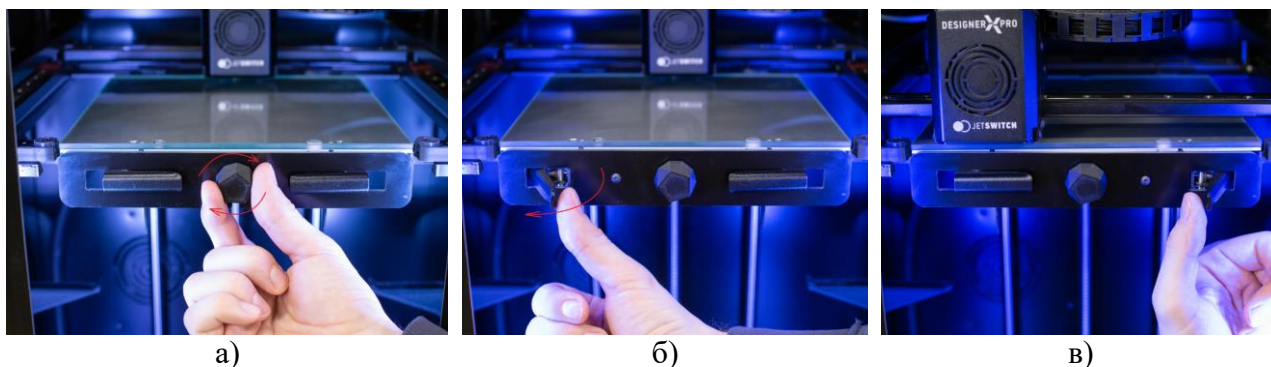

Рисунок 2.8 – Порядок настройки стола
- а) ослабить средний фиксатор (рисунок 2.8, а);
- б) затянуть средний фиксатор и ослабить левый зажим (рисунок 2.8, б);
- в) затянуть левый зажим и ослабить правый зажим (рисунок 2.8, в);